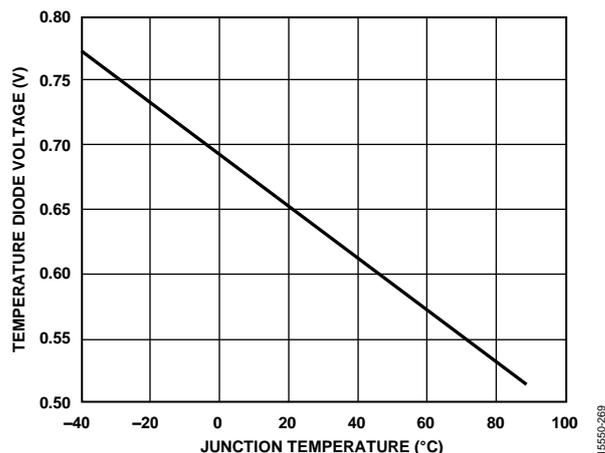

図 99. サイズ 1 の温度ダイオードの代表的電圧応答
4. レジスタ 0x18E6 を 0x01 に設定して、中央にある温度ダイオードのうち、サイズが小さい方 (1x) の電圧エクスポートをオンにします。温度ダイオードの代表的な電圧応答を図 99 に示します。この電圧がダイ温度を表しますが、精度を向上させるために、2 個あるダイオードの両方の値を測定することを推奨します。サイズが 20 倍のダイオードをイネーブルする方法をステップ 5 で説明します。